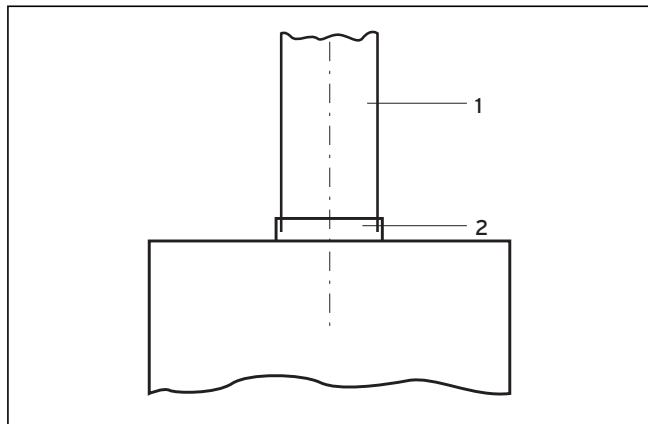

Fig. 5.1 Racordul pentru gaze arse
- Așezați tubul de gaze arse (1) în racordul pentru tubul pentru gaze arse (2) de la deflectorul de gaze arse; vezi fig. 5.1 „Racordul pentru gaze arse”. Se va avea grijă ca tubul de gaze arse să se așeze corect în racordul pentru tubul pentru gaze arse.